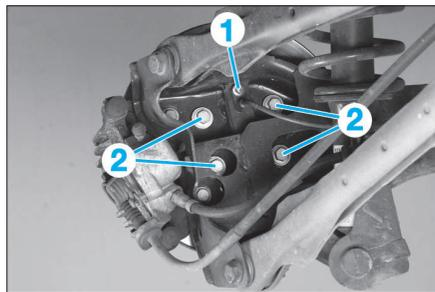

FIG. 25
- le capteur de vitesse de roue (ABS) (1) (Fig.25).
- le capteur de vitesses de roue (ABS) (1) (Fig.25).